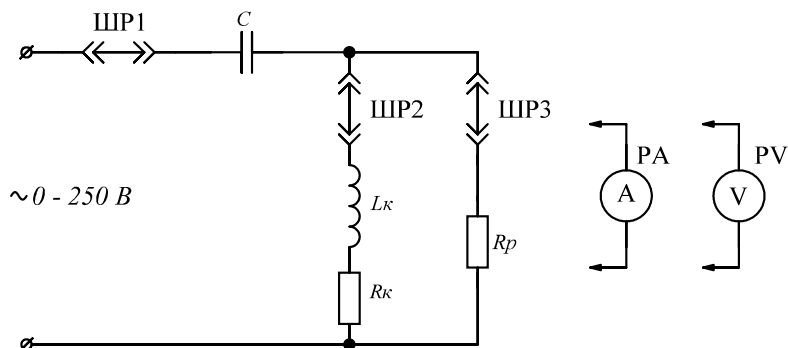

Рис.3.10. Электрическая схема исследования распределения токов и напряжений в цепи №3
2.5.4. Собрать цепь №3 по схеме, приведенной на рис. 3.10, и выполнить п.2.5.2.